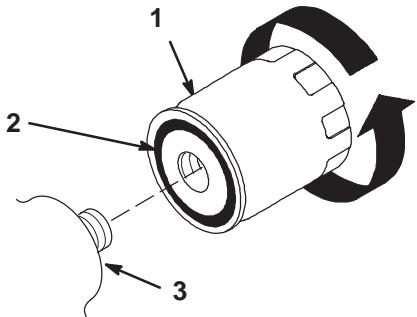

Bild 30
7. Ölen Sie die Gummidichtung am Austauschfilter (Bild 30) leicht mit Frischöl ein.
8. Drehen Sie den Austauschfilter auf den Anbaustutzen auf. Befestigen Sie ihn im Uhrzeigersinn, bis die Gummidichtung den Anbaustutzen berührt. Ziehen Sie den Filter dann um eine weitere 1/2 Umdrehung fester (Bild 30).